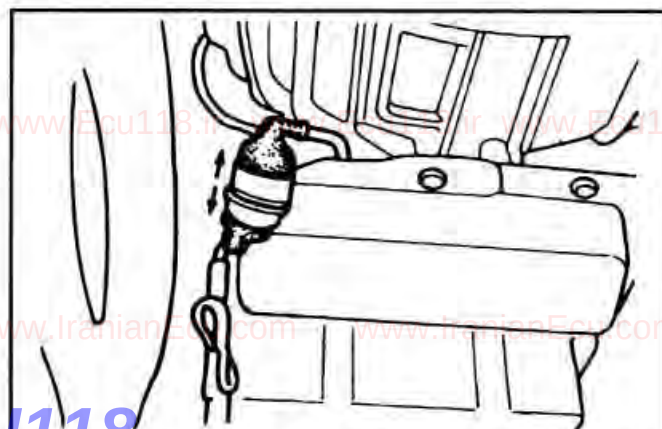

Рис. 2-19. Размещение штпсельного разъема датчика концентрации кислорода в отработавших газах
- Разъединить разъем датчика концентрации кислорода (рис. 2-19).